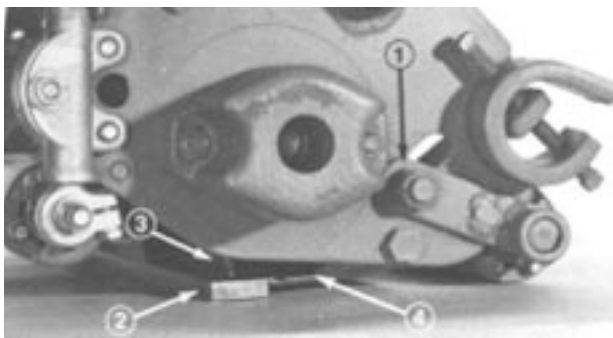

図 16
1. カuttingユニットに後ローラと刈り高ブラケットを取り付ける。刈り高を 6 mm 以下に設定する場合には、ブラケットの 1 つをスロットの一番下から 3 mm の位置に取り付けてキャップスクリューのナットを締める。もう一方のブラケットは仮止めとする(図 16)。刈り高を 6 mm 以上に設定する場合には、ブラケットの 1 つをスロットの中央位置に取り付けてキャップスクリューのナットを締める。
2. リール刃の下に厚さ 6 mm あるいはそれ以上の鋼板を差し入れ、ベッドナイフの縁に密着させる(図 16)。